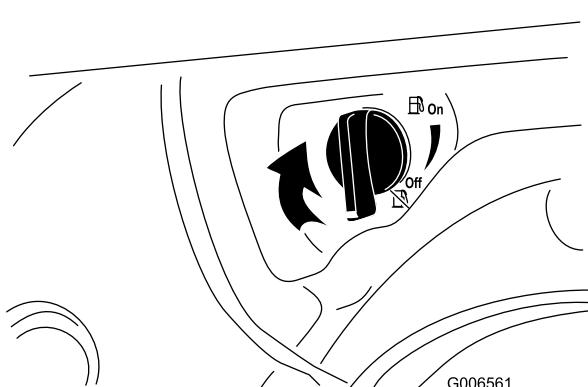

Рисунок 34
- Закройте отсечной топливный кран, повернув его по часовой стрелке (Рисунок 34).